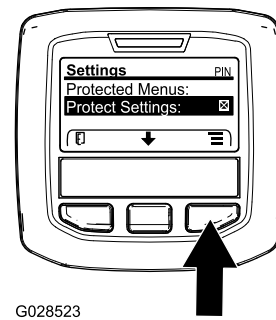

Figura 10
1. Dal MENU PRINCIPALE, premete il pulsante centrale per scorrere fino al MENU IMPOSTAZIONI, poi premete il pulsante destro (Figura 10).